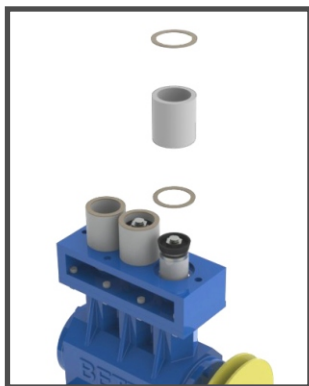

Fig. 36
**6- Retirar as camisas de cerâmica. (Fig. 36)**